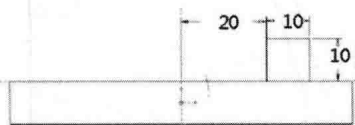

图 1-14 修改尺寸
(23) 单击“重合”按钮, 先选中 AB 线段, 再选中 CD 线段, AB 与 CD 重合。
(24) 单击“尺寸”按钮, 修改尺寸标注, 如图 1-14 所示。